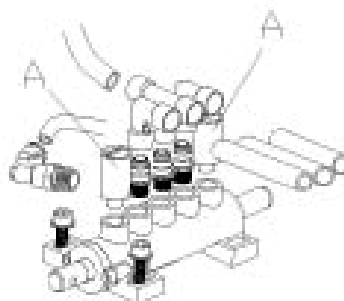

рис.11
8) Для очистки или замены центрального обратного клапана снимите крышку с левой стороны аппарата. 9) Отсоедините воздушные шланги, подходящие к клапану. 10) Потокком сжатого воздуха прочистите клапан. При необходимости замените его. 11) Для очистки или замены клапана отжима покрывки повторите шаги 8, 9, 10 (см. рис.11).